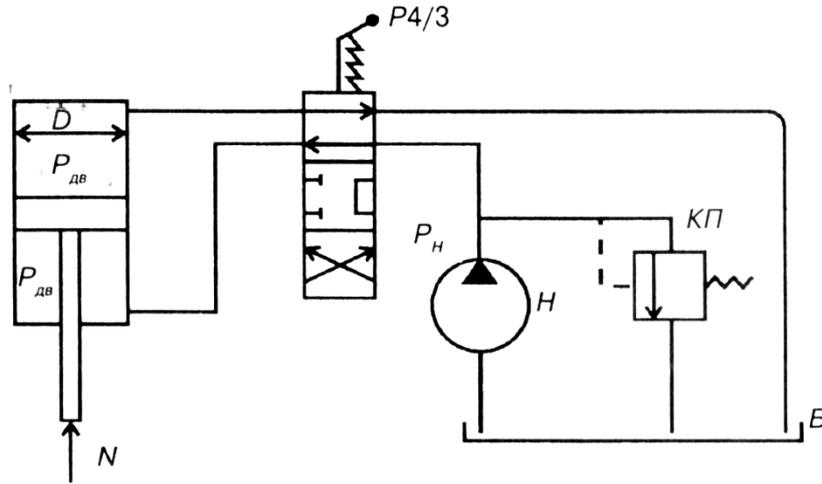

Рисунок 1 – Схема объемного гидропривода возвратно-поступательного движения
**Задача №1.** Гидравлическая система рулевого управления трактора К-700 (рисунок 1) состоит из насоса  $H$  шестеренчатого с подачей  $Q$ , развивающего давление на выходе насоса  $P_n$ , нагнетательного трубопровода длиной и диаметром  $d$ , предохранительного клапана  $KП$ , гидрораспределителя  $P4/3$ , силового цилиндра  $Ц$  с поршнем диаметром  $D$ , сливного трубопровода и гидробака  $Б$ . В каче-